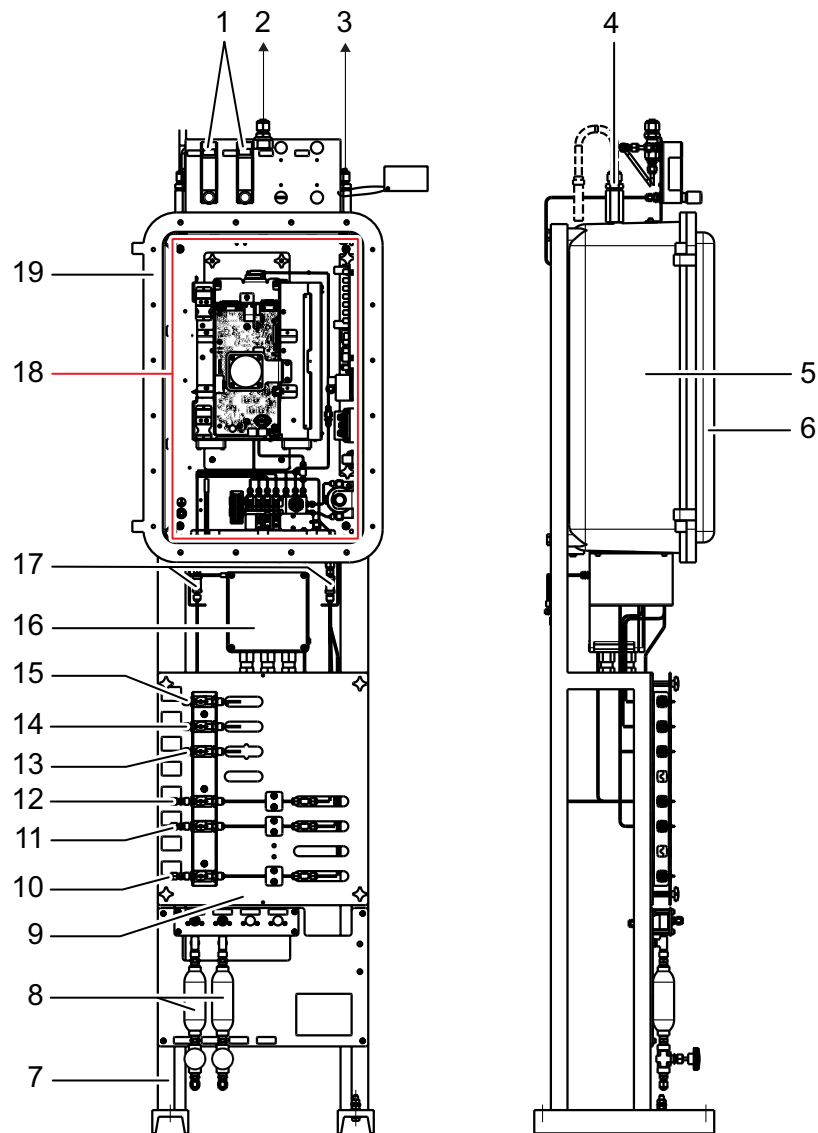

Abb. 4: Prozessgaschromatograph PGC 9301/PGC 9301 Biogas mit Gehäuse und Gestell zur Bodenmontage
- PGC 9301/PGC 9301 Biogas mit Gehäuse und Gestell zur Bodenmontage (vgl. Abb. 4)